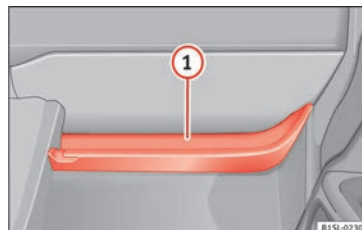

Fig. 125 Portaobjetos abierto en el lado del acompañante.
En el portaobjetos abierto hay un gancho para bolsas » **fig. 125 ①**.